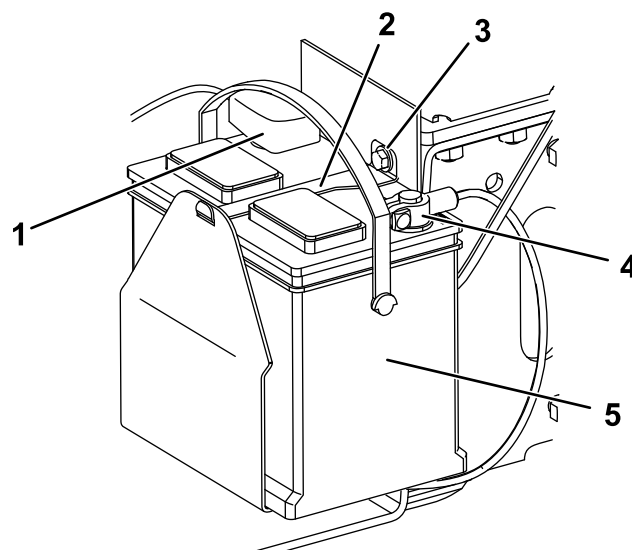

図 38
- バッテリー固定用のボルト、ワッシャ、押さえ棒を外す 図 38。
- バッテリー端子から、マイナス黒アース側ケーブルを外す 図 38。締結具はすべて保管しておく。
- バッテリー端子から、プラス赤ケーブルを外す 図 38。締結具はすべて保管しておく。
1. 先ほど取り外したねじ類を再使用して、プラスケーブル赤いケーブルをバッテリーのプラス端子に取り付ける **図 38**。
3. 先ほど取り外したねじ類を再使用して、マイナスケーブル黒いケーブルをバッテリーのマイナス-端子に取り付ける **図 38**。
4. 押さえ棒、ボルト、ワッシャでバッテリーを固定する **図 38**。